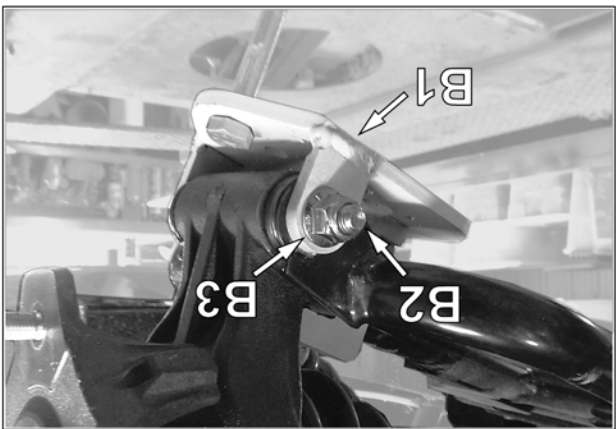

Fig. 8
7. Insérer le nouveau boulon M10x110mm (B2) à travers l'ancrage (B1) et la fixation du moyeu de roue. Serrer le boulon à un couple de 50 N•m [37 lb•pi] en utilisant l'écrou (B3) fourni. Voir la Fig. 8